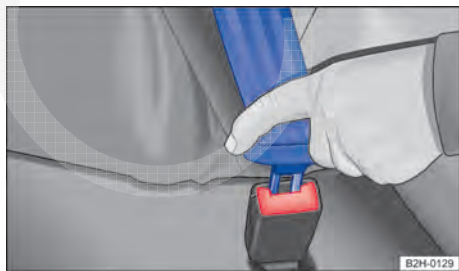

Fig. 55 Introduzir a lingueta do fecho do cinto de segurança subabdominal no fecho do cinto de segurança.
- Introduzir a lingueta do cinto de segurança firmemente no fecho do cinto de segurança pertencente ao assento ⇒ Fig. 55.